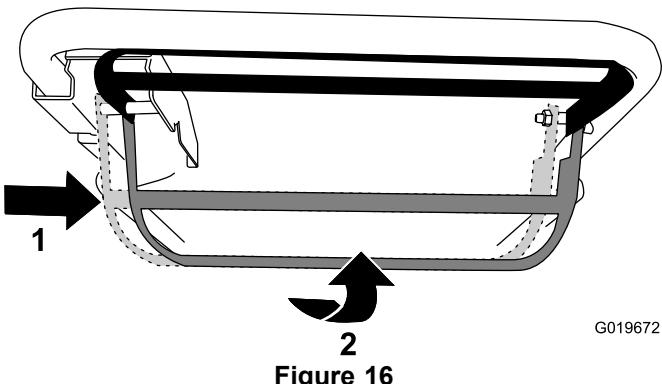

Figure 16
- Pour utiliser l'autopropulsion et engager la lame : Déplacez la barre de commande de la lame complètement à droite et relevez-la contre le guidon (Figure 16).